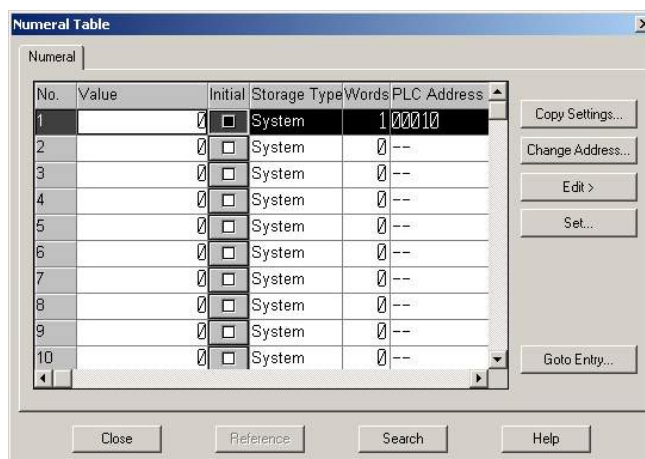

Рис. 4.12. Окно настройки таблиц данных
- для выбора слова, значение которого будет считываться, нажать кнопку в поле Reference, при этом появится окно настройки (рис. 4.12);